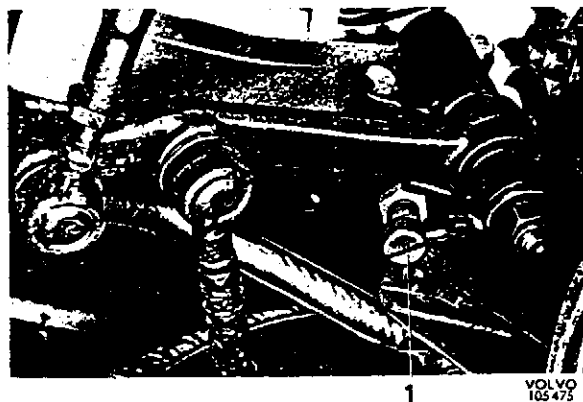

Abb. 12 Anschlagschraube für Lenkbegrenzung
2. Dasselbe Verfahren mit dem rechten Vorderad (Rechtseinschlag) und der rechten Anschlagschraube (1, Abb. 12) wiederholen.